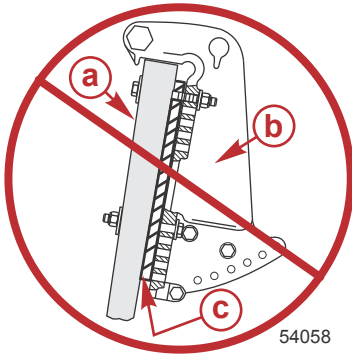

Figura 4
3. No instalar cuñas ni placas entre los soportes de sujeción del peto de popa y el peto de popa (o la placa del gato). Consultar la Figura 4.